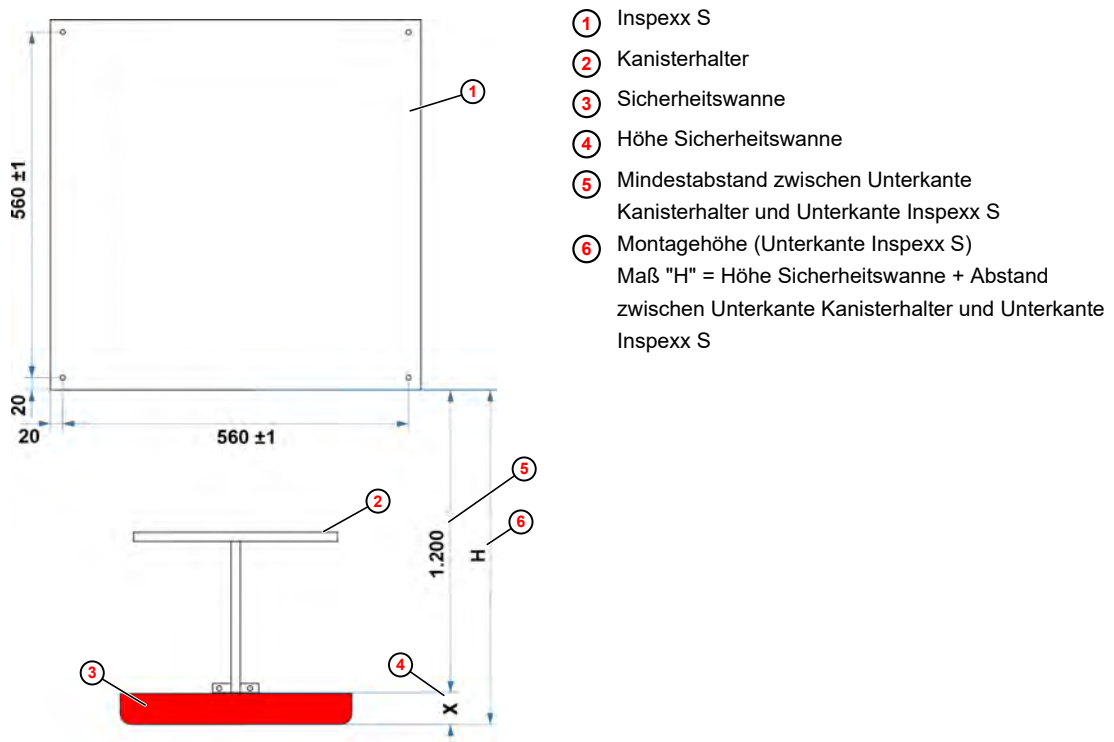

Abb. 4: Wandmontage
1. Die Befestigung gemäß Angaben in Abb. 4 vorbereiten.